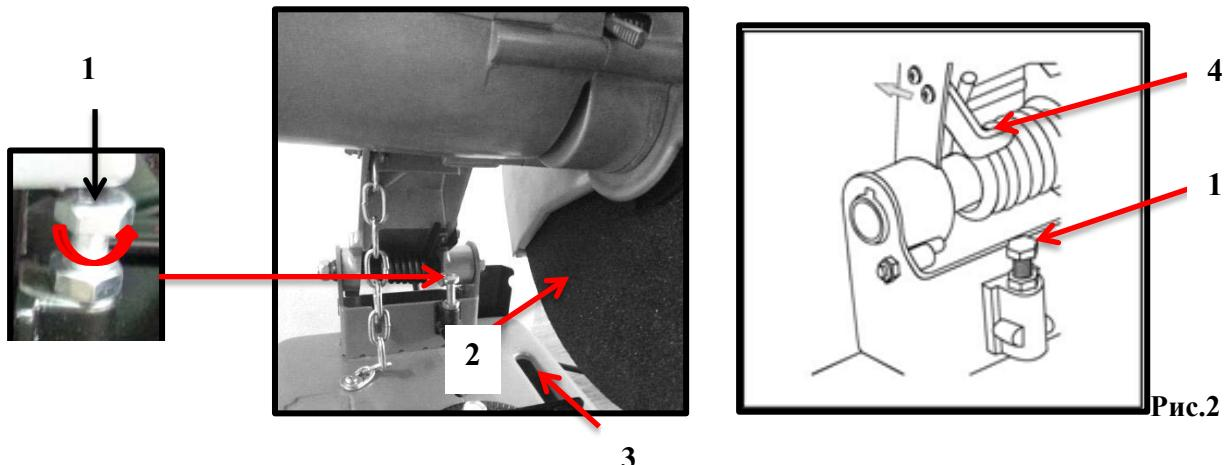

Рис.2
Максимальная глубина резки контролируется с помощью регулировки ограничителя глубины **1** (рис.2).
2. Ослабьте стопорную гайку ограничителя глубины **1** (рис.2) с помощью прилагаемого гаечного ключа.
3. Поверните винт ограничителя глубины **1** (рис.2), чтобы поднять или опустить его. Отрегулируйте так, чтобы отрезной круг **2** (рис.2) входил в паз в основания стола **3** (рис.2) не более чем на 5 мм при полностью опущенном кронштейне, а упор кронштейна **4** (рис.2) соприкасался с верхом винта ограничителя глубины.